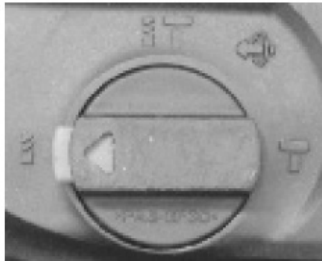

Fig. 4 – Posición para perforación sin impacto
- En la perforación sin impacto el mandril tiene solo el movimiento de rotación. Esta función es utilizada en maderas, metales, polímeros, etc. En esta función debe ser utilizado un adaptador SDS para mandril convencional (no viene con el producto). Para seleccionar esta función en el martillo basta presionar la traba de seguridad y girar el selector (5) hacia la posición  (Fig. 4).